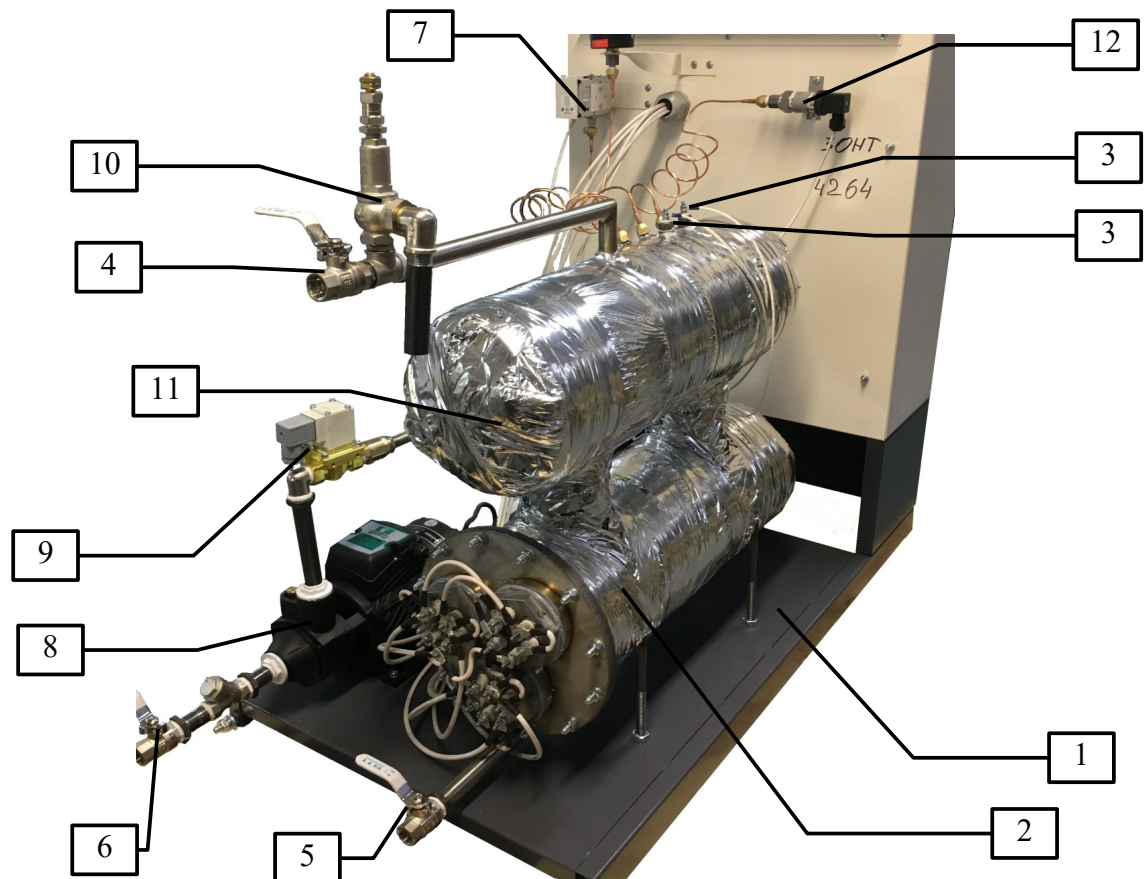

Рисунок 2: Парогенератор со снятым ограждением.
2.1.2. Рама парогенератора 1 (см. рис. 2) – это основа, на которой располагаются все функциональные модули парогенератора.